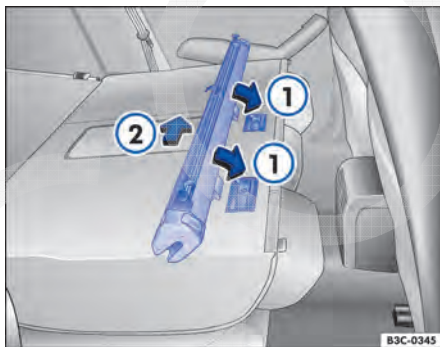

Fig. 124 Instalar a rede divisria nos encostos do banco traseiro.
- Colocar a carcaa da rede divisria nos entalhes dos trilhos de suporte ⇒ Fig. 124 ①.
- Empurrar a caixa da rede divisória para o lado esquerdo do veículo até o encosto ②.
- Puxar a rede divisória contra a direção da seta ⇒ Fig. 124 ② aproximadamente 5 cm.
- Retirar a carcaça da rede divisória dos trilhos de suporte ①.